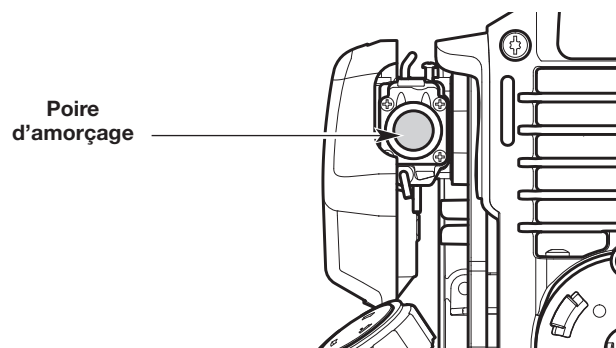

Fig. 12
1. Appuyez lentement et relâchez la poire d'amorçage à **10 reprises** (Fig. 12).